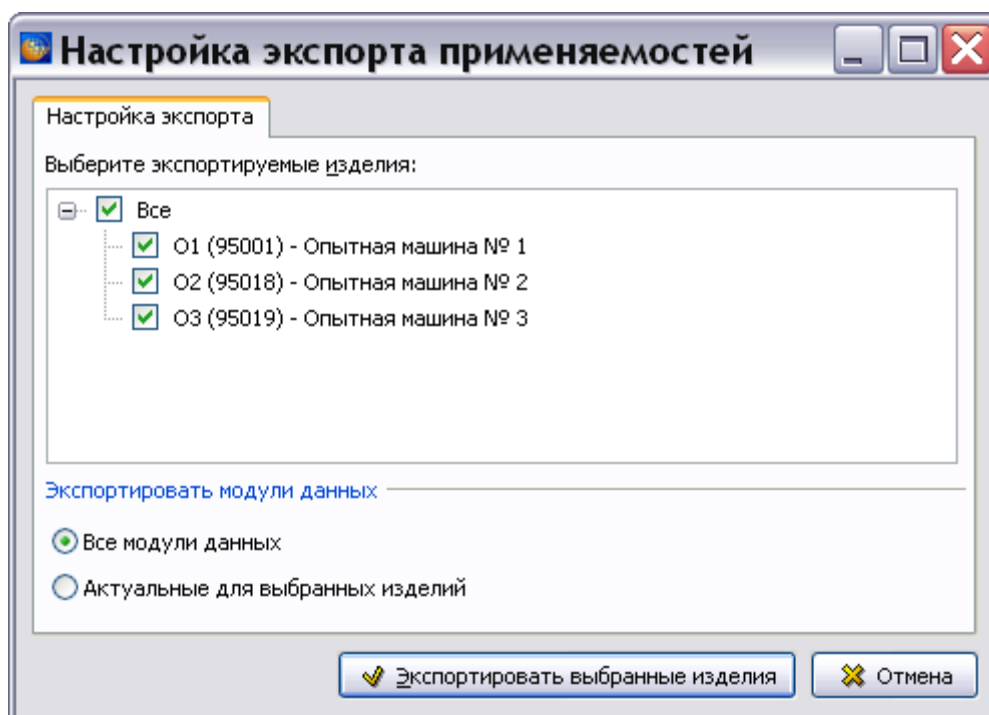

Рис. 21.30
15. Нажмите на кнопку **Экспортировать**. Если в проекте для версий модулей данных заданы применяемости, то откроется окно **Настройка экспорта применяемостей** (Рис. 21.30). Если в проекте не заданы применяемости, то система произведет экспорт публикации.
После выбора параметров нажмите на кнопку **Экспортировать**. Если в проекте для версий модулей данных заданы применяемости, то откроется окно **Настройка экспорта применяемостей** (Рис. 21.30). Если в проекте не заданы применяемости, то *система* произведет экспорт публикации.